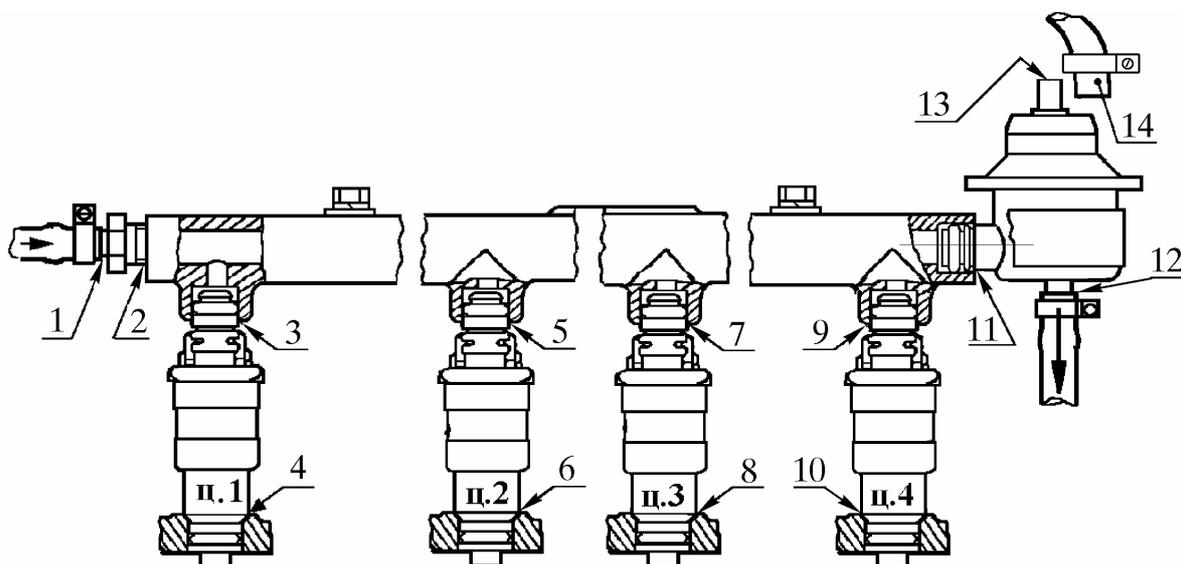

Рис. 37. Проверка герметичности соединений топливопровода:
21.7.3. Проверить герметичность соединений топливопровода. Места возможных течей см. на рис. 37.